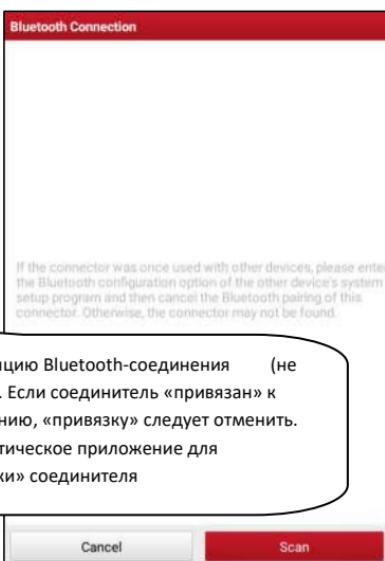

Рис. 5-1
- Нажмите «Intelligent Diagnosis» в меню задач для перехода в окно, см. рис. 5-1.